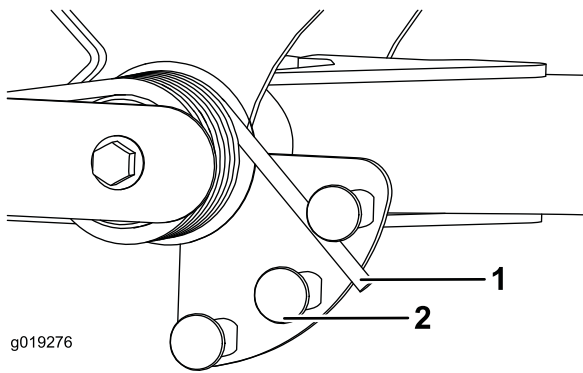

Figure 33
2. Insérez un tube ou un objet similaire sur le ressort long et le faire pivoter autour de l'actionneur de ressort à la position voulue (Figure 33).